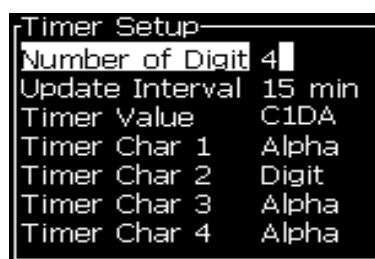

Figura 5-43: Impostazione timer
- 4 Impostare i valori conformemente a Figura 5-43.